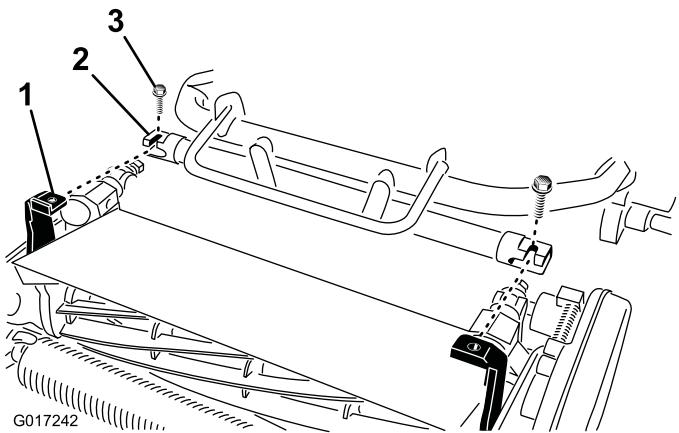

Figure 5
4. Manceuvrez le cadre du groupe de déplacement (Figure 5) en avant jusqu'à ce qu'il s'engage avec les bras pivotants du plateau de coupe.
| 5. Fixez le cadre du groupe de déplacement aux bras pivotants du plateau de coupe avec 2 boulons (3/8 x 3/4 po) (Figure 5) | |